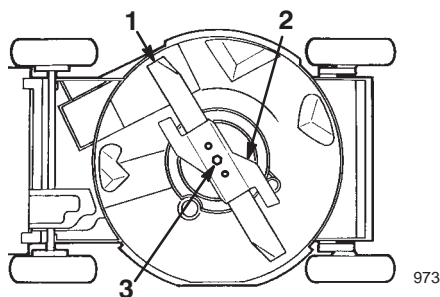

Bild 30
4. Kippen Sie den Rasenmäher auf seine *linke* Seite (Luftfilter hoch) (Bild 30).
2. Nehmen Sie die Messerschraube, Sicherungsscheibe, das Gaspedal und das Messer ab (Bild 30).